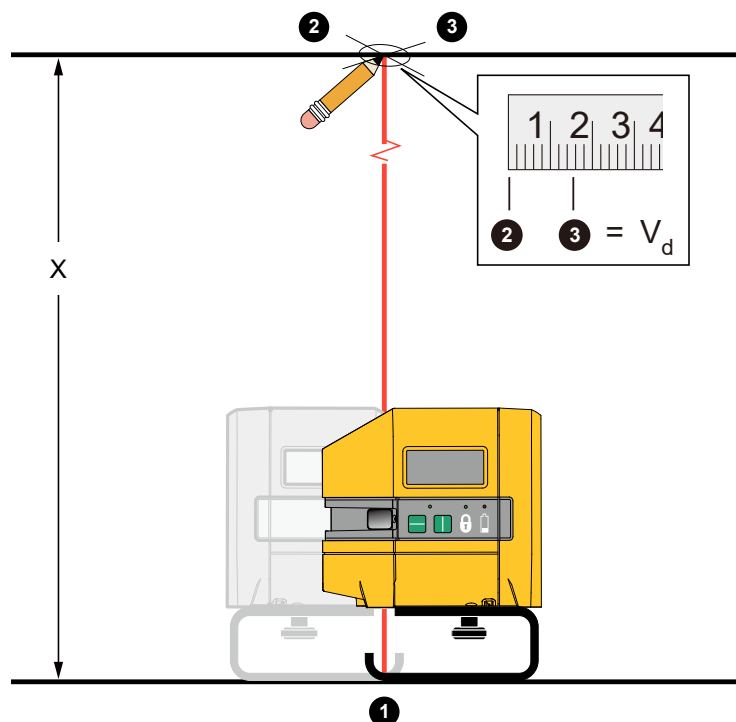

Figur 8. Noggrannhet för vertikal laser
3. Sätt en kryssmarkering (markering 1) på golvet som centerats på markeringen på dörrkarmen. Se Figur 8.
7. Sätt en kryssmarkering ① på dörrkarmen ovanför markering 1.
9. Sätt en till kryssmarkering ② på dörrkarmen ovanför markering 1.